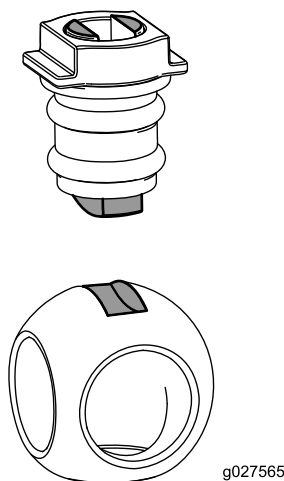

図 79
6. バルブボディーにボールを入れる 図 79。
注 バルブのステムはボール駆動スロットに収まります。収まらない場合は、ボールの位置を調節してください 図 79。